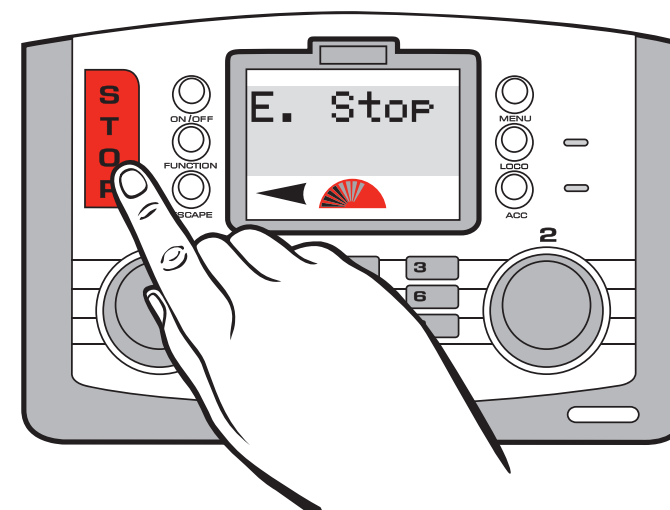

Fig 1
1. Appuyez sur le bouton **STOP** situé sur la console Elite. Voir la Fig 1.